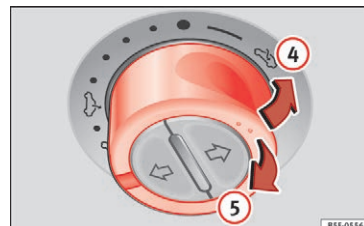

Fig. 12 I loftet: Der skal trykkes på eller trækkes i kontakten for at vippe taget op eller for at lukke det.
- Vippefunktion: Tryk kontakten til position » **Fig. 12** ④. For at foretage en indstilling til en mellemposition skal du betjene kontakten, indtil taget har nået den ønskede position.
- Lukning: Træk kontakten til position » **Fig. 12** ⑤. For at foretage en indstilling til en mellemposition skal du betjene kontakten, indtil taget har nået den ønskede position.